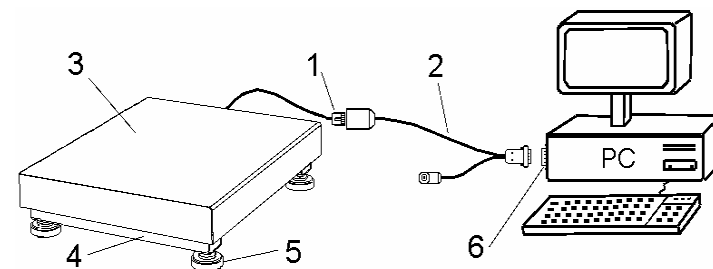

Рис. 2 - Весы модификаций: "Меркурий 330К "
1.3.3 Модификации весов "Меркурий 330К-60", "Меркурий 330К-150" и "Меркурий 330К-300" состоят из следующих составных частей (в соответствии с рис. 2):